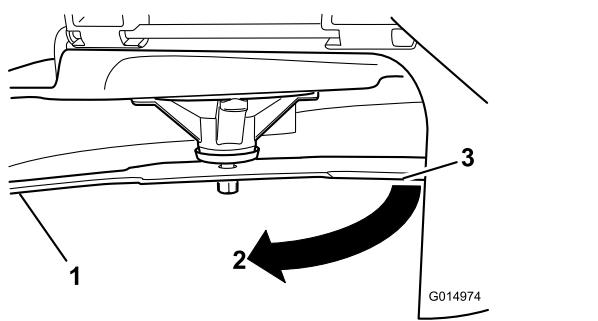

Figure 80
3. Mesurez la distance entre la lame et la surface (A)
4. Tournez la même lame de 180 degrés pour amener le tranchant opposé à la même position (Figure 80).